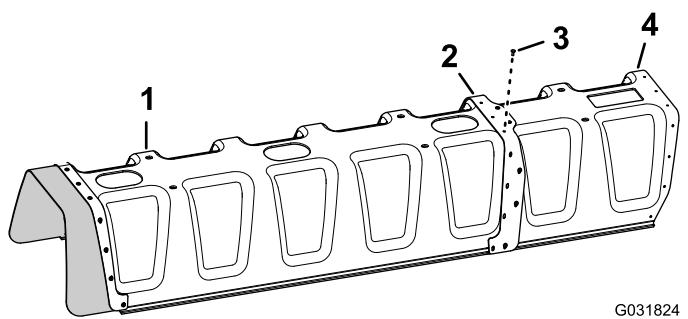

Figura 148
- 4. Fissate l'estensione della copertura alla copertura della sezione a 11 ugelli (Figura 148) con 11 ribattini con spina (N. cat. Toro 114439).